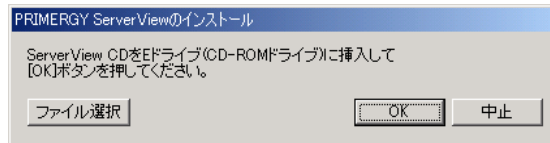

図 3-10 CD 挿入メッセージ
- 5** REMCS エージェントのインストールを開始します。インストールの途中、ServerView CD などの CD を挿入するようメッセージ(図 3-10)が表示された場合は、該当する CD を挿入してから[OK]をクリックしてください。